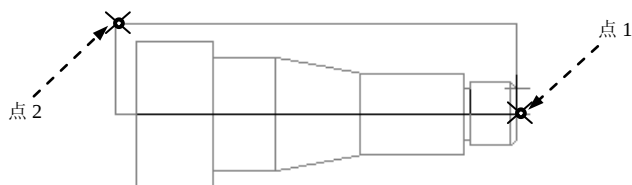
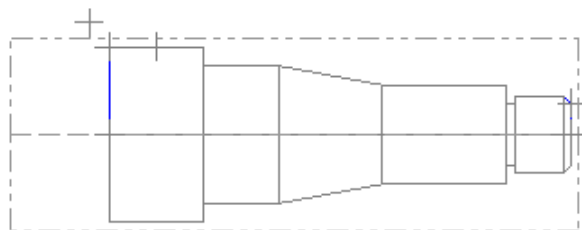

图 8.2.5 定义工件位置
图 8.2.6 预览工件形状和位置
Step3. 设置工件的尺寸。在“机床组件管理器-毛坯”对话框中单击 **由两点产生 (2)...** 按钮，然后在图形区选取图 8.2.5 所示的两点（点 1 为最右段上边竖直直线的下端点，点 2 的位置大致如图 8.2.5 所示即可），系统返回到“机床组件管理器-毛坯”对话框，在 **外径** 文本框中输入值 50.0，在 **长度** 文本框中输入值 150.0，在 **轴向位置** 区域的 **Z** 文本框中输入值 2.0，其他参数采用系统默认设置值，单击 **预览车床边界** 按钮查看工件，如图 8.2.6 所示。按 Enter 键，然后在“机床组件管理器-毛坯”对话框中单击 按钮，系统返回到“机床群组属性”对话框。